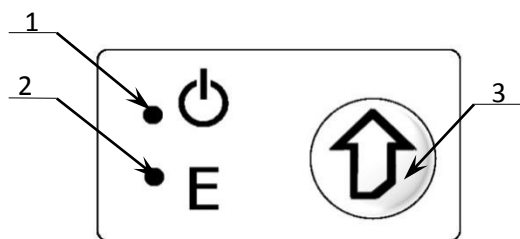

Рисунок 2. Панель управления
3. Панель управления (смотрите рисунок 2).
Автоматическое тестирование занимает до пяти секунд, при успешном его окончании загорается зеленый индикатор (рисунок 2 позиция 1), и подается краткий звуковой сигнал.